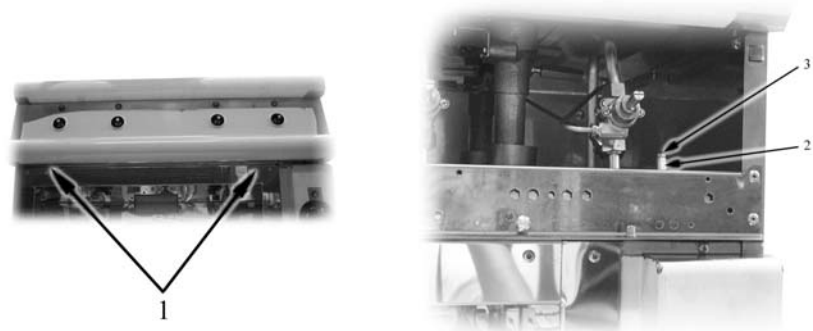

Abb. 9
- Befestigungsschrauben der Bedienungsblende abschrauben (pos. 1 beim bild *** 'Abb. 9' on page 32 ***);
- Die Schraube (pos. 3 auf *** 'Abb. 9' on page 32 ***) des Druckanschlusses (pos. 2) lösen;